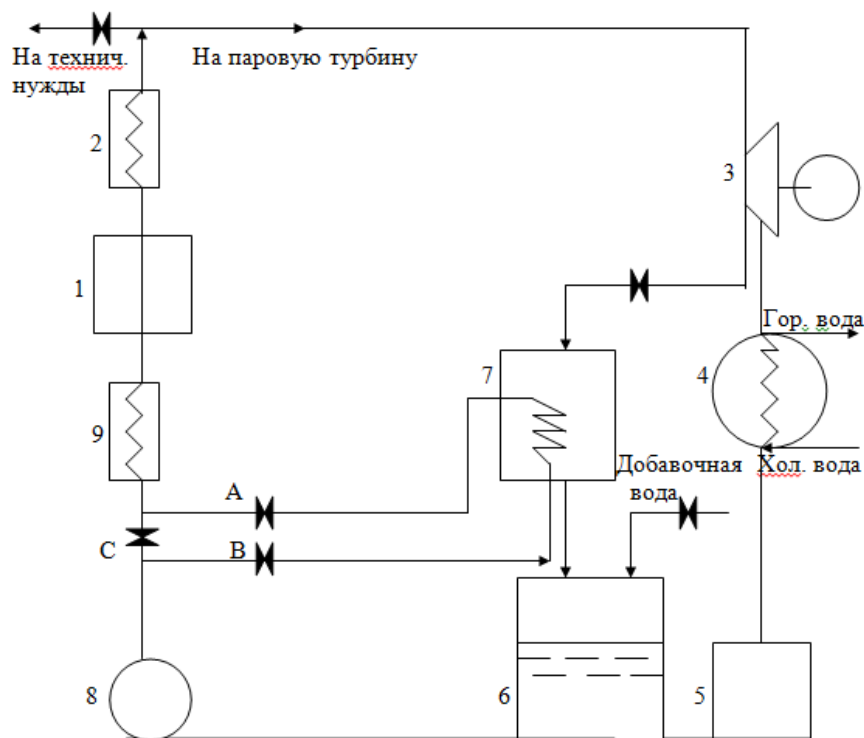

Рис. 1. Схема паросиловой установки:
2.1. Изучить принципиальную схему паросиловой установки (ПСУ), представленной на рис. 1. Ознакомиться с процессом производства пара с помощью данной ПСУ, уяснить функциональное назначение входящих в эту схему элементов. Затем приступить к следующим этапам.
2.2.3. Определение температуры конденсата $t_K = f(p_K)$ в конденсаторе 4 (рис.1) по таблице 3. При этом давление насыщенных паров в конденсаторе вычисляется по формуле
2.2.4. Определить температуру смеси конденсата и добавочной воды в питательном баке 6 (рис.1).
Абсолютное давление смеси газов в экономайзере 9 (рис.1) найдется из выражения
Если при этих вычислениях будет иметь место неравенство $t_{\text{Пит.В.}} > t_{\text{CM}}$, то вода перед подачей на экономайзер подвергается паровому подогреву. Для этого надо открыть вентили А, В и закрыть вентиль С (рис.1).